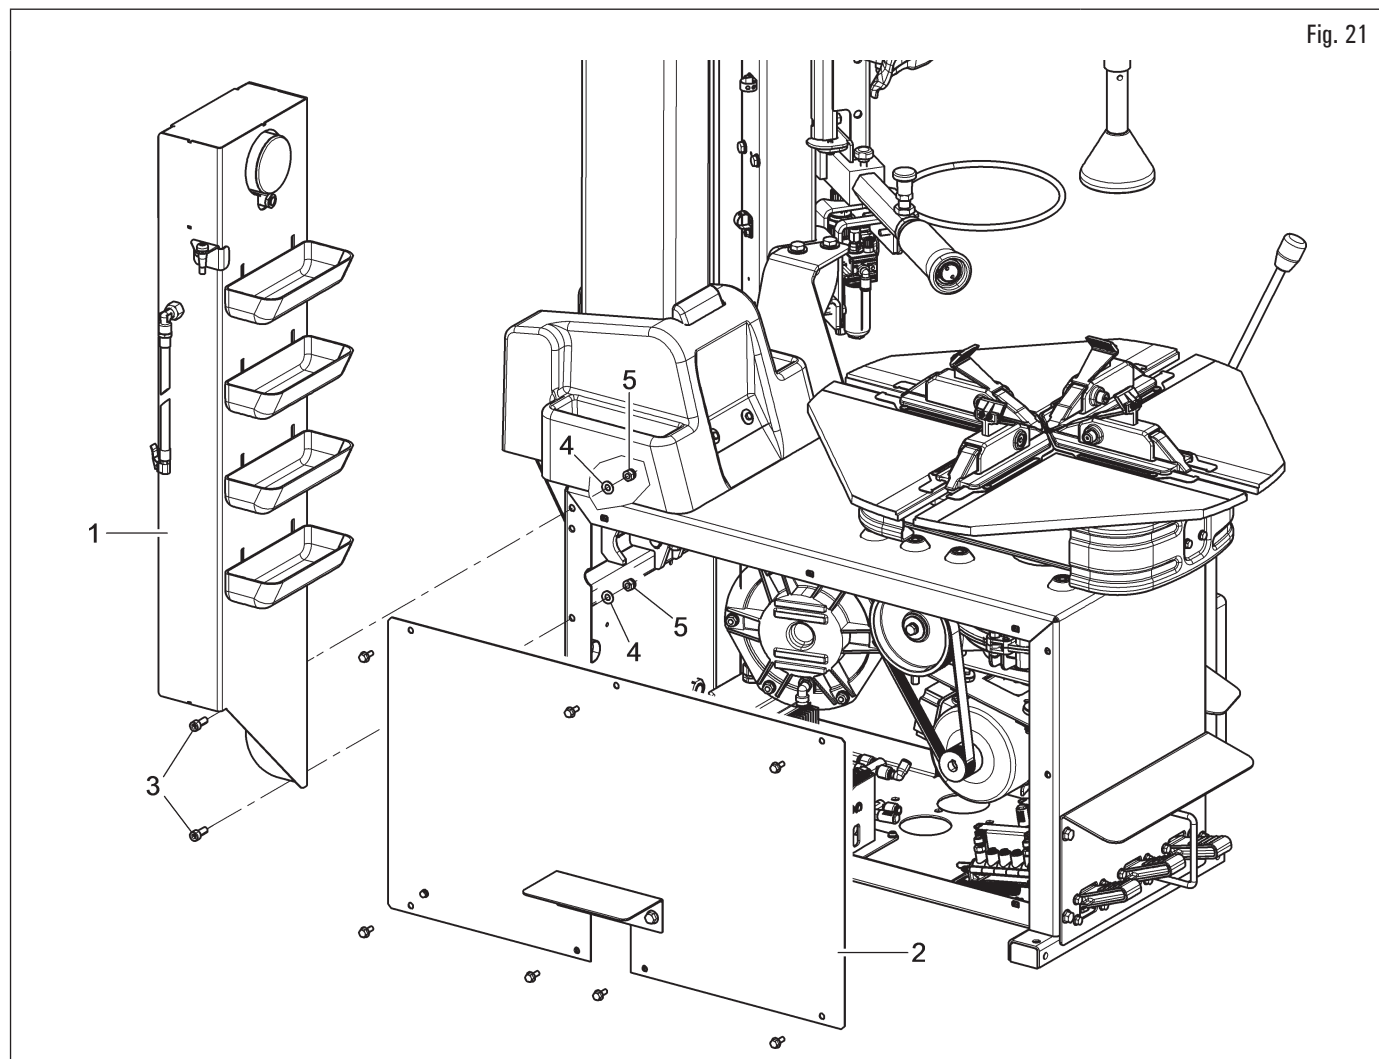

Fig. 21
Para montar la tina lateral (Fig. 21 ref. 1) en el aparato, quitar el revestimiento lateral (Fig. 21 ref. 2) y utilizar los tornillos (Fig. 21 ref. 3), las arandelas (Fig. 21 ref. 4) y las tuercas (Fig. 21 ref. 5) suministradas, como se muestra en la Fig. 21. Al final, vuelva a montar el cárter lateral.